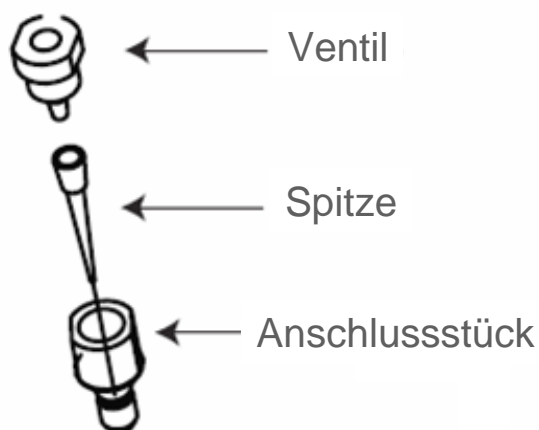

Abbildung 15: Der Injektorspitzenaufbau
2. Drehen Sie das Spitzenanschlussstück entgegen dem Uhrzeigersinn, um den Spitzenaufbau vom Schlauch zu lösen (Abb. 15).